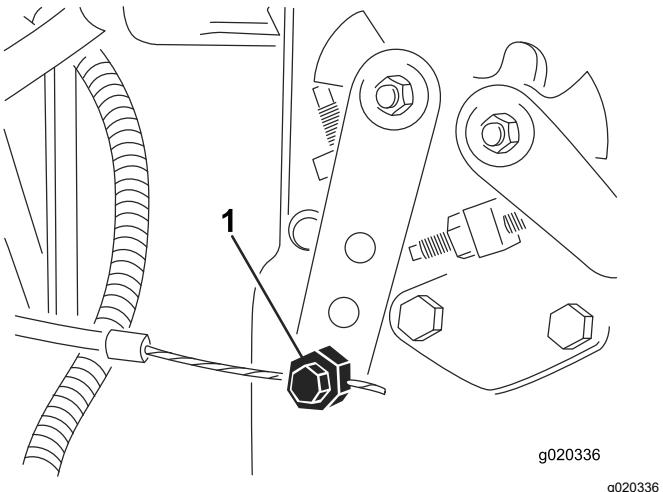

Figura 78
2. Afloje el conector del cable del acelerador en la palanca de la bomba de inyección (Figura 78).